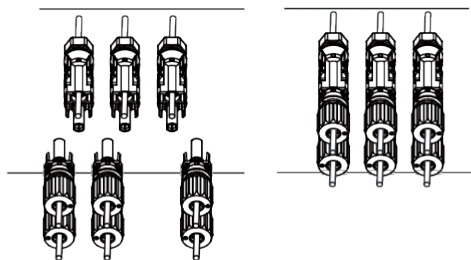

Imagen 5.6 Conexión de entrada de CC
d) Por último, inserte los conectores fotovoltaicos en las entradas fotovoltaicas positiva y negativa del inversor, tal y como se muestra en la imagen 5.6.